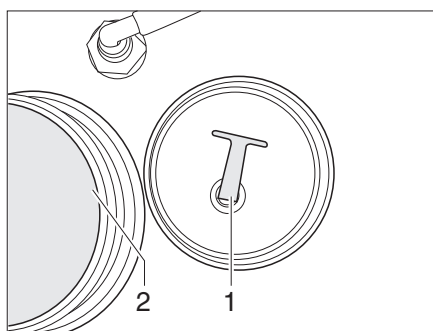

Fig. 136 Serbatoio dell'acqua
- Svitare il coperchio (Fig. 136,2).
- Svitare il coperchio (Fig. 136,2) del serbatoio dell'acqua.
- Svitare il tappo di chiusura (Fig. 136,1) dall'apertura di scarico. L'acqua fuoriesce.